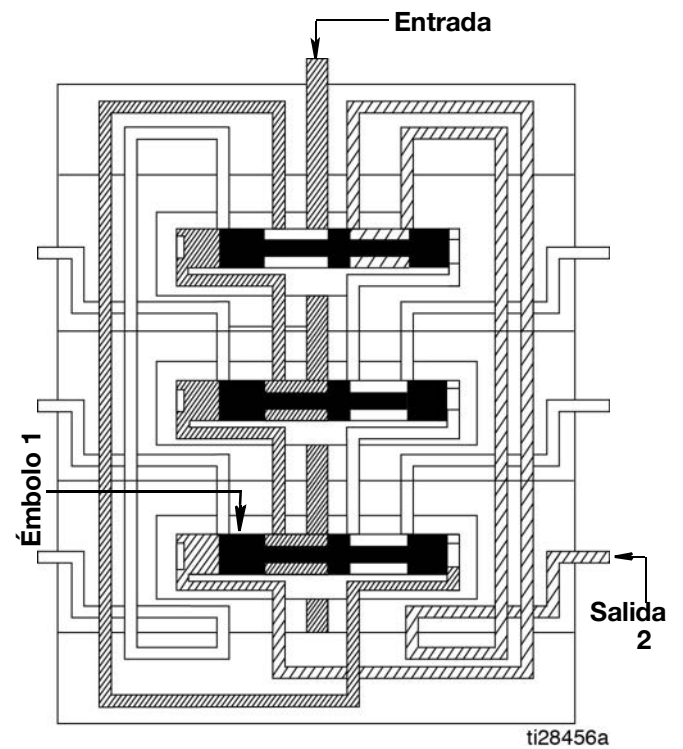

FIG. 13
2. El émbolo 1 se abre, dejando pasar lubricante hasta la salida 2 (FIG. 13).